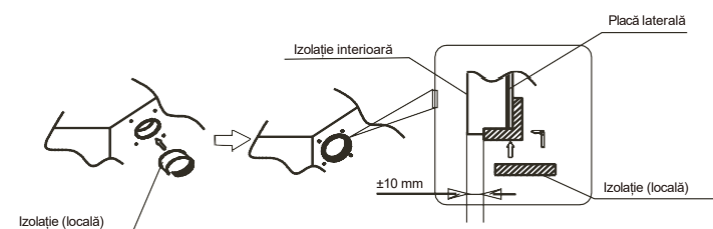

Fig.5-5
- Așezați izolația strâns în jurul orificiului unității, așa cum se arată. Capetele plăcii laterale și izolația interioară trebuie să fie complet lipite, fără a lăsa spațiu liber de-a lungul circumferinței orificiului. Asigurați-vă că suprafața interioară a izolației este în contact strâns cu marginea izolației interioare și placa laterală. (vezi fig. 5-5)